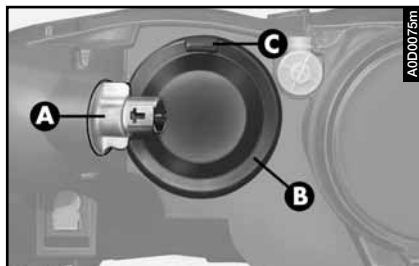
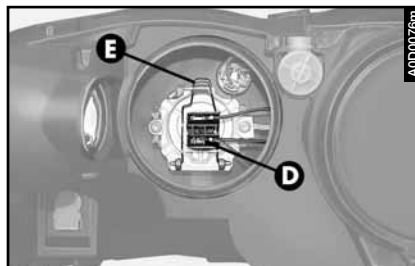

fig. 42
fig. 43
– girar hacia la izquierda y sacar el grupo portalámparas (A- fig. 42) del intermitente, sin desenchufar el conector, para aumentar el espacio de maniobra;
– sacar el capuchón de goma (B) tirando de la aleta (C).
– desenchufar el conector (D- fig. 43) colocado a presión y desenganchar el muelle (E).